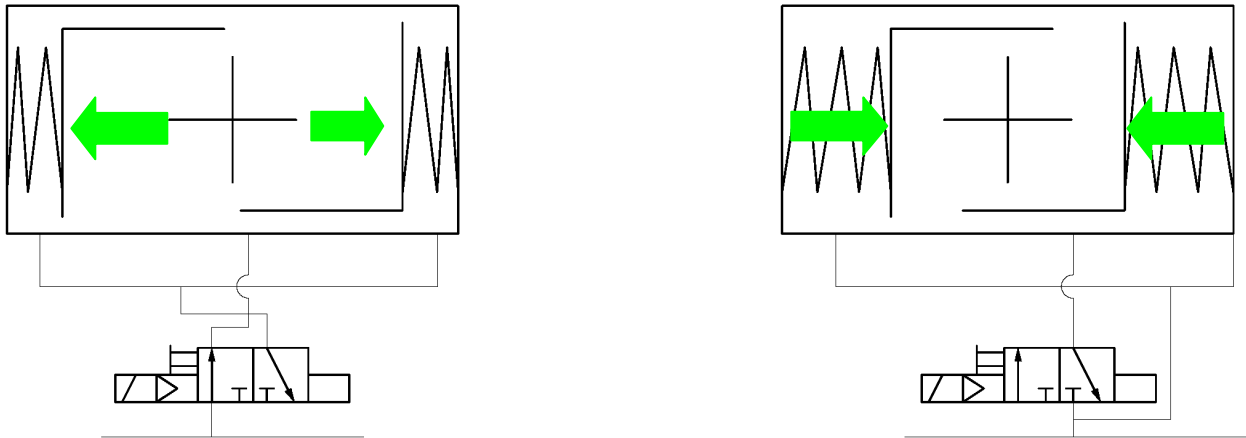

Bild 2: Schaltbilder für einfach wirkende Antriebe EB SYS
- ▶ einfach wirkende Antriebe mit Federrückstellung EB SYS in Bild 2
Federrückstellende Antriebe sind nur **über Anschluss links** zu versorgen, siehe Bild 2